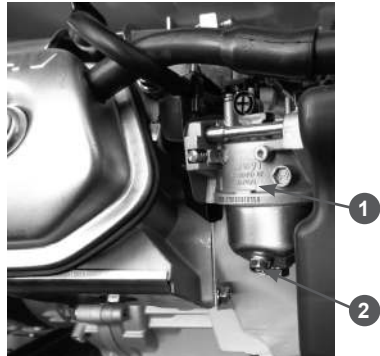

Рис. 10. Слив топлива из карбюратора
3. Открутите болт 2 на карбюраторе 1 (Рис. 10) и слейте топливо из поплавковой камеры в подготовленную для этого емкость.
2. Слейте топливо с карбюратора (Рис. 10).